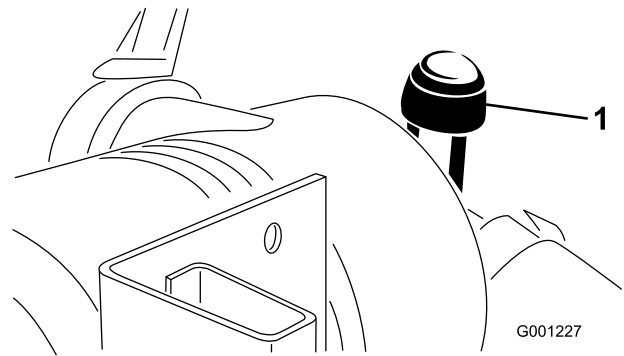

Bild 46
- Warten Sie den Luftfilter, wenn die Luftfilteranzeige rot anzeigt (Bild 46) oder nach jeweils 400 Betriebsstunden (häufiger in sehr staubigen oder schmutzigen Bedingungen). Warten Sie den Luftfilter nicht zu häufig.
9. Stellen Sie die Anzeige (Bild 46) zurück, wenn sie auf Rot steht.